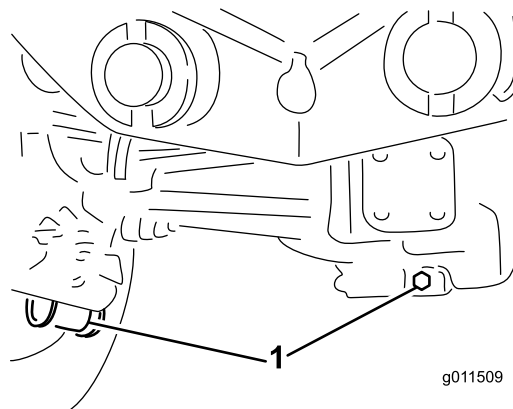

Figure 108
2. Nettoyez la surface autour des 3 bouchons de vidange, 1 à chaque extrémité et 1 au centre (Figure 108).